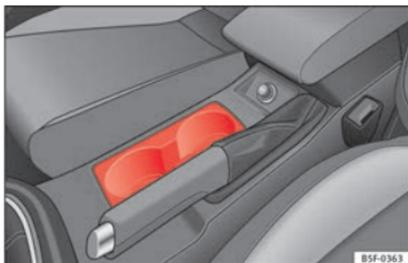

Fig. 115 Consola central: portabebidas delantero.
- Ponga las bebidas en el soporte »» **fig. 115**. Se pueden poner dos bebidas. En los revestimientos de las puertas hay la posibili-